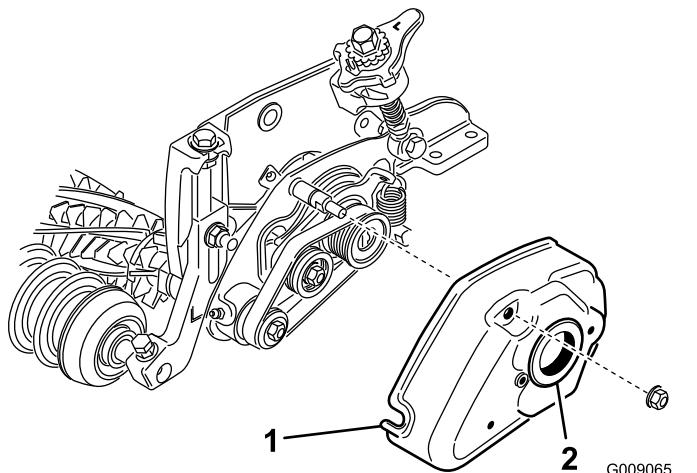

Bild 22
7. Montieren Sie die Groomerabdeckung und befestigen sie mit zwei Bundmuttern (5/16") (Bild 22).
8. Schmieren Sie die Innenseite der Scheibe in der Groomerabdeckung mit Schmiermittel ein (Bild 22).